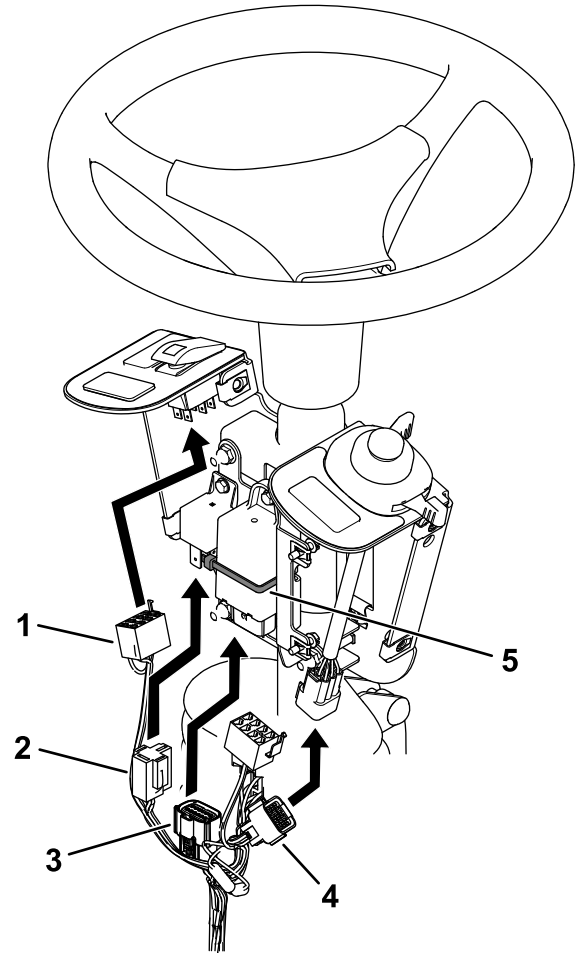

Figur 7
4. Montera blinkersen och reläet på säkringens monteringsplatta med två skruvar (nr 10 x $\frac{3}{8}$ tum) enligt Figur 7.